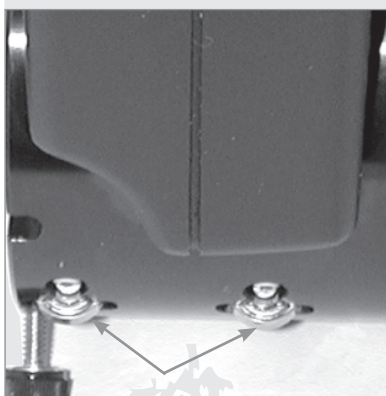

Fig. 30 : Roulements du système de mise au point électrique
- h. Le système de mise au point électrique est ajusté avec soin à l'usine. S'il devient nécessaire d'ajuster à nouveau les roulements du système de mise au point électrique (voir Fig.30), cela doit être fait par les techniciens Meade. Si le système de mise au point électrique est mal ajusté les performances seront réduites et peuvent conduire à des dégâts. Les dommages causés par un ajustement non autorisé par Meade ne sont pas couverts par la garantie.